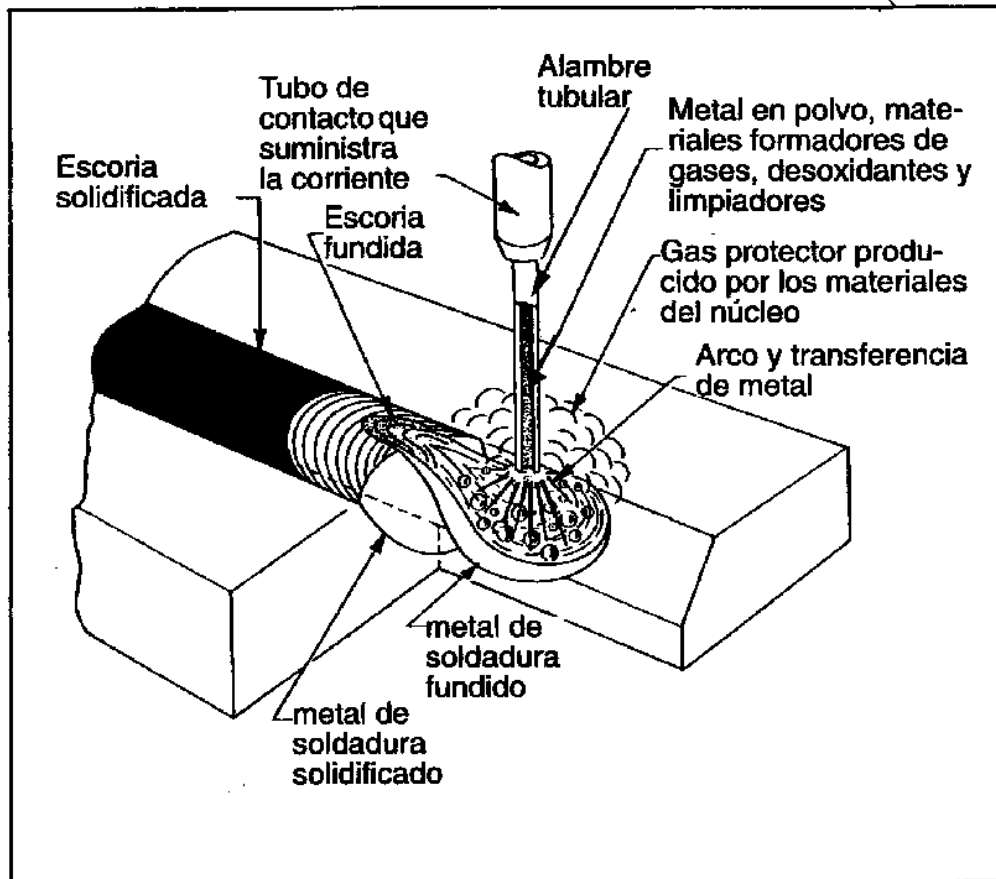

FIGURA 1: PROCESO CON ALAMBRE TUBULAR AUTOPROTEGIDO
- Autoprotegido (self-shielded ó innershielded), ver figura 1, que protege el baño de fusión gracias a la descomposición y vaporización del fundente.